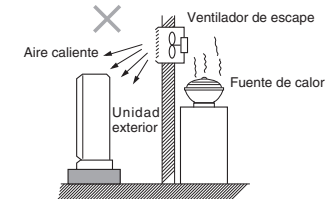

Fig. 2-1
- Fuentes de calor, ventiladores de escape, etc. (Fig. 2-1)